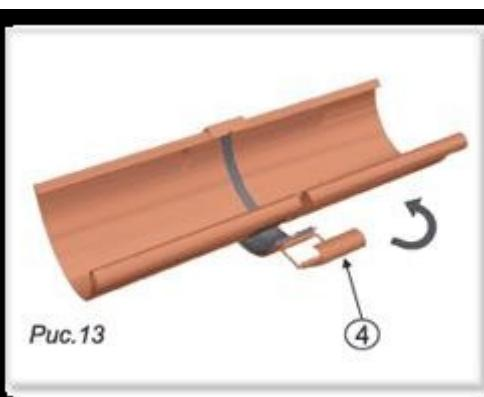
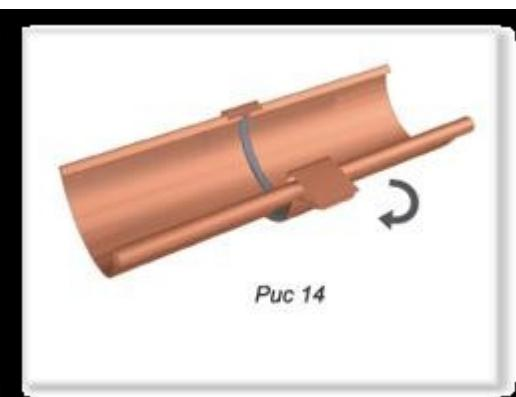

Рис.13
Рис.14
Накиньте соединитель водостока на заднюю часть водосточного желоба стороной, противоположной замку соединителя (4) (рис.13). Выровняйте соединитель по центру стыка водосборных желобов так, чтобы желоба не соприкасались между собой (расстояние между желобами - 3-4 мм). Подтяните фронтальную часть соединителя водостока к желобу и защелкните замок (рис.14). Застопорите замок, вернув фиксатор (3) в первоначальное положение.